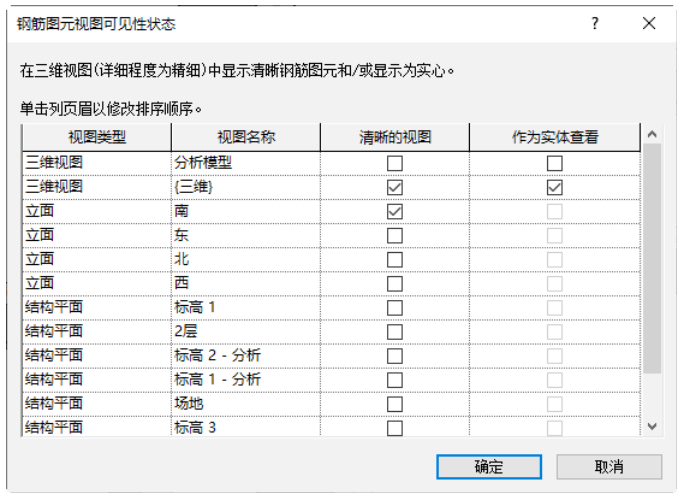

图 13-23 “钢筋图元视图可见性状态”对话框
(9) 在“属性”选项板的“视图可见性状态”栏中单击“编辑”按钮 ，打开“钢筋图元视图可见性状态”对话框，选择要使钢筋可在其中清晰查看的视图（无论采用何种视觉样式）。钢筋将不会被其他图元遮挡，而是保持显示在所有遮挡图元的前面，设置如图 13-23 所示。